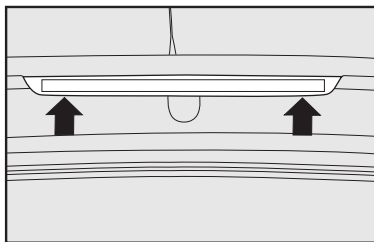

fig. 37
- 1) agindo pelo compartimento de carga, retirar os parafusos que fixam o conjunto **fig. 37**, conforme indicado;